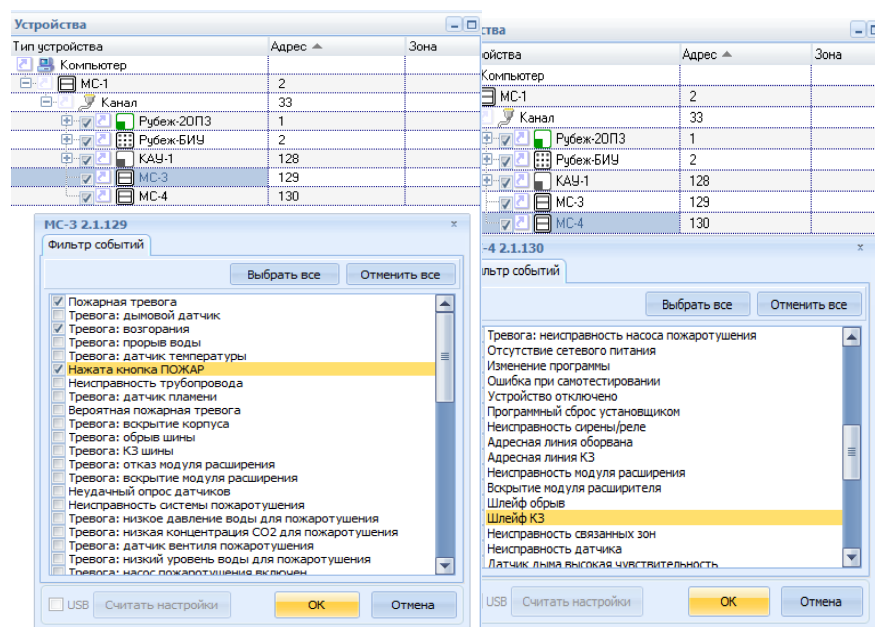

Рисунок 5.16 – Окно «Фильтр событий» для MC-3 и MC-4
- 4) Для настройки модуля сопряжения правой кнопкой мыши необходимо вызвать контекстное меню и выбрать строку «Свойства». В открывшемся окне следует выбрать события для передачи модулем сопряжения (рисунок 5.16).